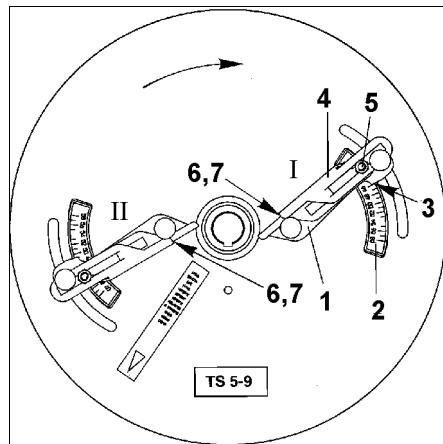

Рис. 49
- Грань с делениями для считывания (Рис. 49/7) лопасти "I" установите на буквенное значение "D" и закрепите внешнюю часть лопасти. Лопасть "I" переместите на цифровое значение "50" и закрепите.
- Грань с делениями для считывания (Рис. 49/7) лопасти "II" установите на буквенное значение "F" и закрепите внешнюю часть лопасти. Лопасть "II" переместите на цифровое значение "46" и закрепите.